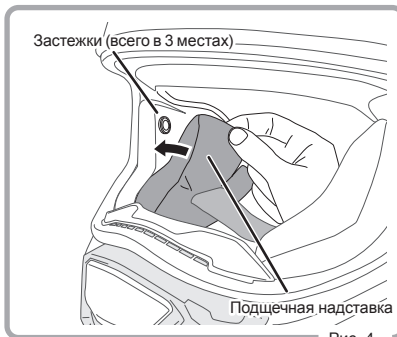

Рис. 4
5. Застегните 3 застёжки-кнопки. (Рис. 4)